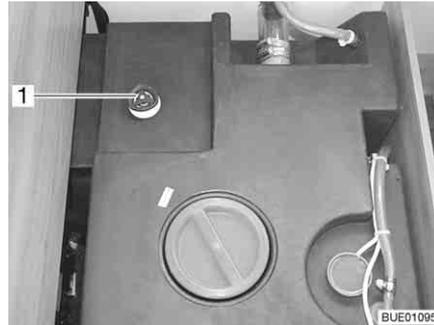

Fig. 205 Depósito de agua con tirador giratorio
- Girar el tirador giratorio (Fig. 205,1) sobre el depósito de agua en sentido de las agujas del reloj, hasta el tope.
- Girar el tirador giratorio (Fig. 205,1) sobre el depósito de agua en sentido contrario a las agujas del reloj, hasta sentir resistencia. El agua se saldrá hasta 60 litros.